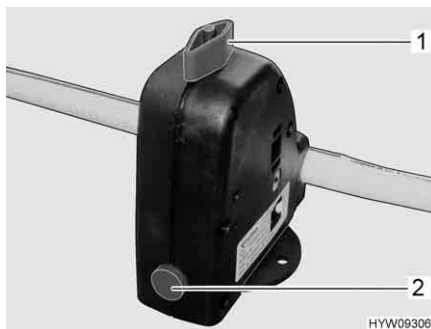

Fig. 153 Valvola di sicurezza/di scarico (boiler)
Il boiler è dotato di una valvola di sicurezza/di scarico (Fig. 153). La valvola di sicurezza/di scarico impedisce che l'acqua congeli nel boiler in presenza di basse temperature esterne, quando il riscaldamento dell'autocaravan non è acceso.
- Chiudere la valvola di sicurezza/di scarico. A tal fine ruotare la manopola (Fig. 153,1) verticalmente rispetto alla valvola di sicurezza/di scarico e premere verso l'interno il bottone automatico (Fig. 153,2).
- Aprire la valvola di sicurezza/di scarico. A tal fine ruotare la manopola (Fig. 153,1) nel senso della lunghezza della valvola di sicurezza/di scarico. Il bottone automatico (Fig. 153,2) scatta all'infuori. Il boiler viene svuotato verso l'esterno tramite la valvola di sicurezza/di scarico.